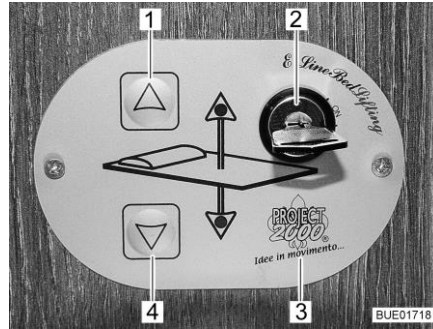

Fig. 96 Elemento di regolazione
È possibile abbassare o alzare il letto basculante tramite i tasti (Fig. 96,1 e 4) presenti sull'elemento di regolazione (Fig. 96,3). L'elemento di regolazione viene bloccato tramite l'interruttore a chiave (Fig. 96,2) per evitarne l'utilizzo accidentale.
- Ruotare la chiave dell'interruttore a chiave (Fig. 96,2) di 90° in senso orario, fino a raggiungere la posizione "On". L'elemento di regolazione (Fig. 96,3) è attivato.
- Premere il tasto freccia (Fig. 96,4) e tenerlo premuto fino a quando il letto basculante raggiunge la posizione desiderata in basso.
- Premere il tasto freccia (Fig. 96,1) e tenerlo premuto fino a quando il letto basculante raggiunge la posizione finale in alto.